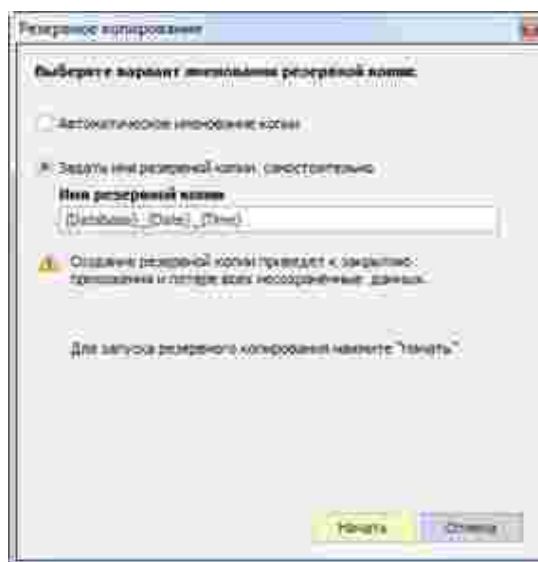

Рис. 68 Выбор способа именованя базы данных
2. В открывшемся окне «Резервное копирование» задайте имя резервной копии самостоятельно или выберите автоматическое именование и нажмите кнопку «Начать», см. Рис. 68.